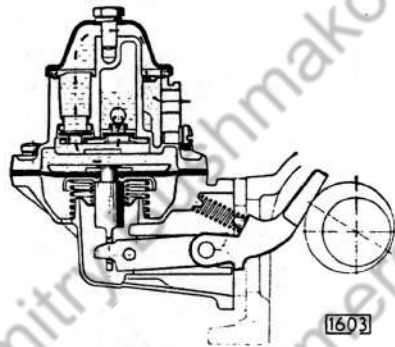

Bild 50. Schnitt durch die Kraftstoffpumpe.
**d. Kraftstoff-Förder-Anlage** (Bild 50).